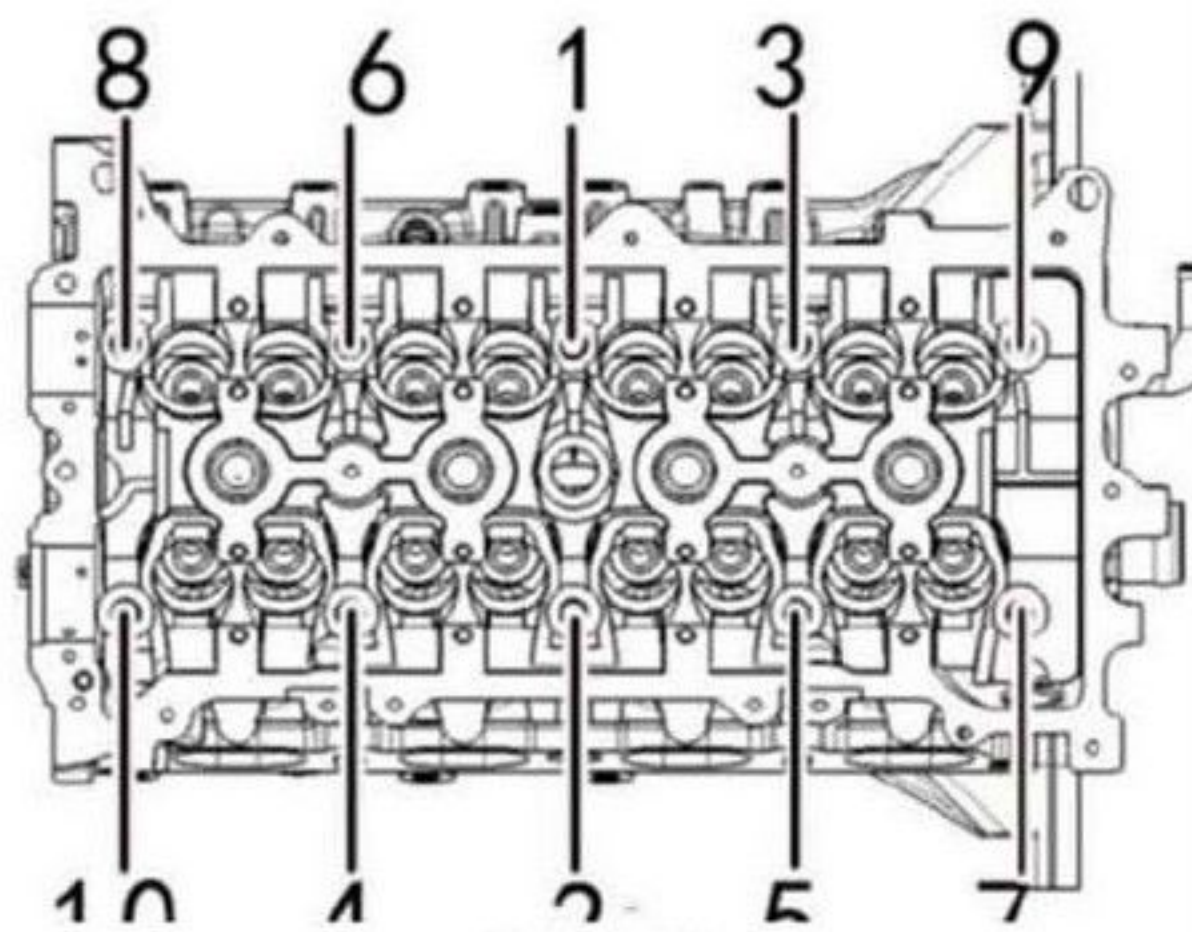

图 10-52
- b) 用专用工具，按图 10-52 顺序安装并分几次均匀地拧紧 10 个气缸盖螺栓。